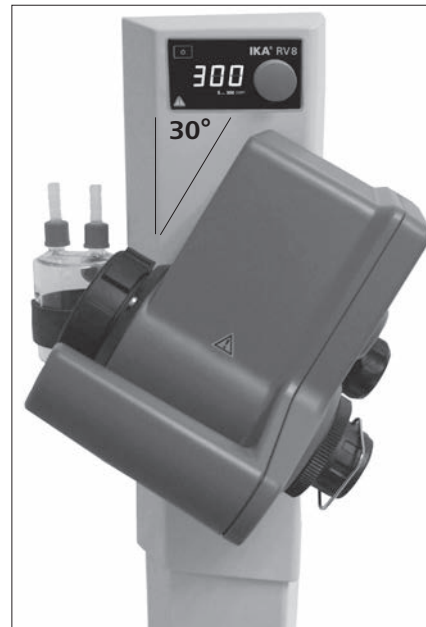

Fig.13
7.) 드라이브를 약 30 ° 각도로 설정합니다 (Fig. 13)